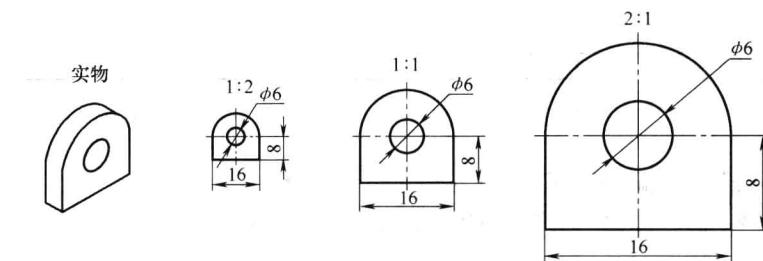

图 1-6 图形比例和尺寸的关系
- 2) 图样不论放大或缩小，图样上标注的尺寸均为机件的实际大小，而与采用的比例无关。如图 1-6 所示为同一机件采用不同比例所画出的图形。